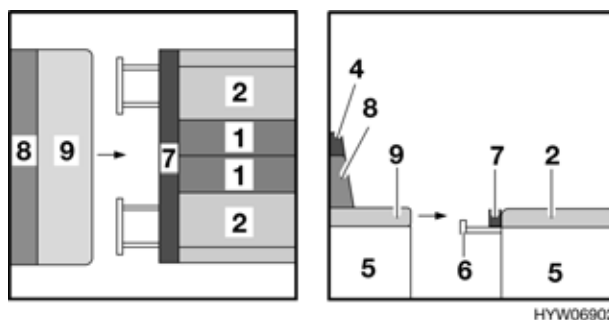

Fig. 80 Durante la trasformazione
- Estrarre la prolunga del cassone letto (Fig. 80,6) da entrambi i cassoni della dinette centrale fino all'arresto.
- Sollevare leggermente il divano (Fig. 80,9) ed estrarlo fino all'arresto.
- Sfilare il cuscino aggiuntivo (Fig. 80,4) dal cuscino dello schienale (Fig. 80,8). Il cuscino aggiuntivo è fissato a quello dello schienale tramite un nastro in velcro e può essere staccato con facilità.